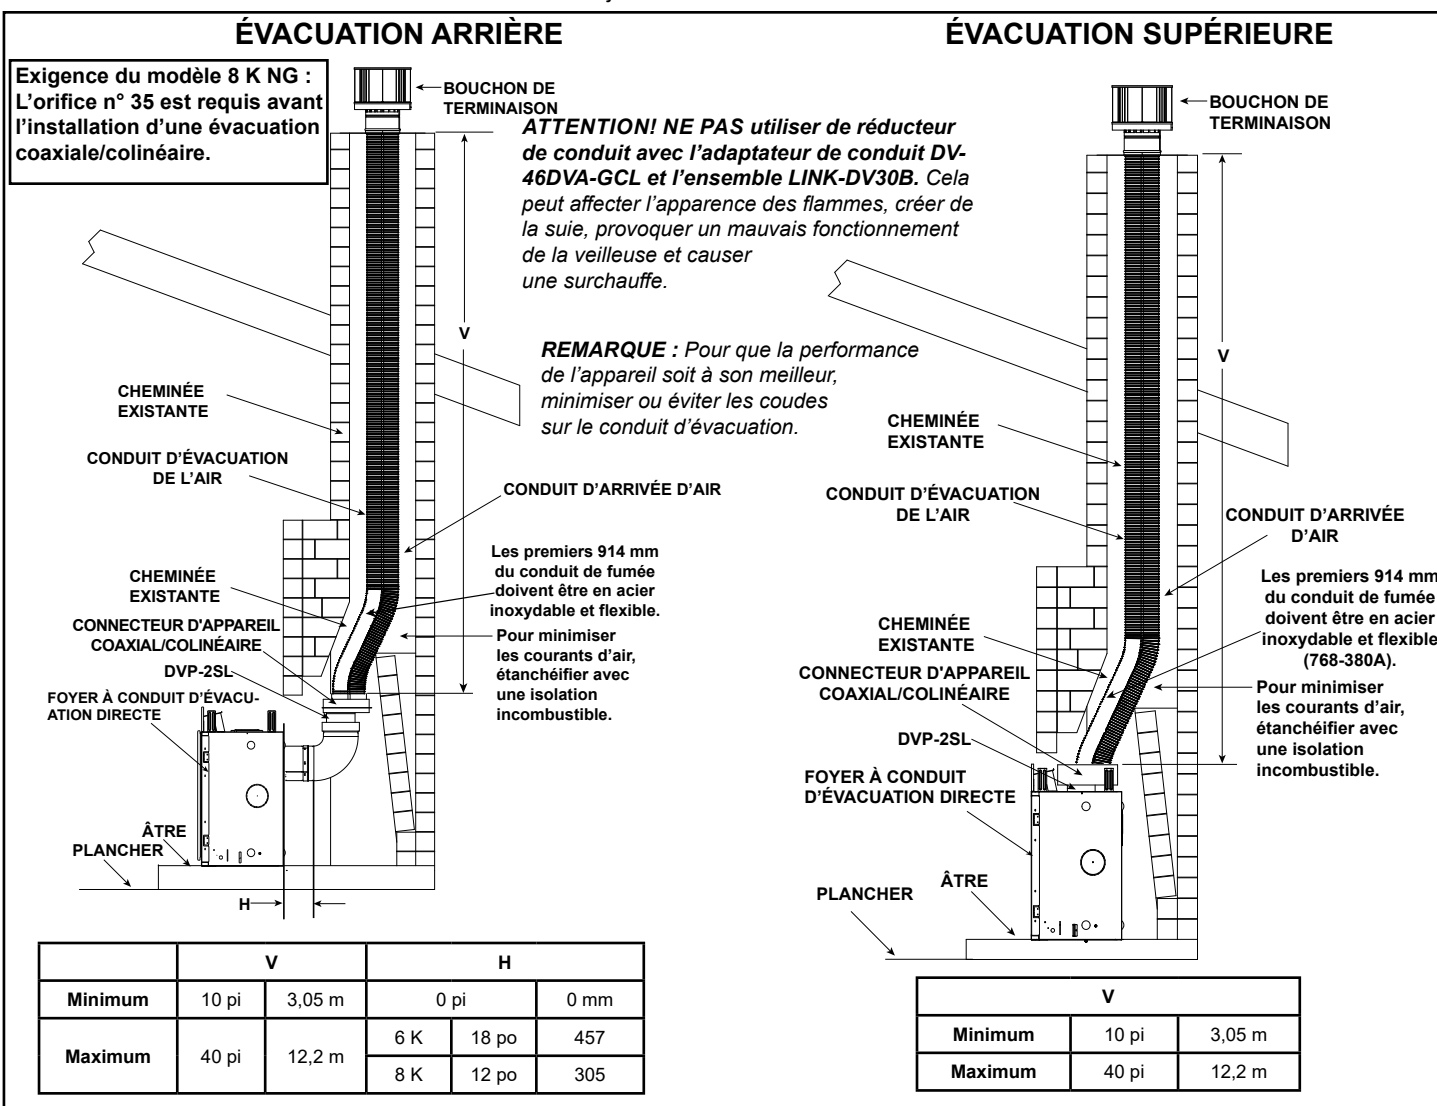

Figure 4.30
- Le cas échéant, enlevez le couvercle du conduit supérieur et l'isolation. Voir la section 6 « Préparation de l'appareil ». Fixez le DVP-2SL au col de départ de 203 mm (8 po). Suivez les instructions d'installation jointes à l'ensemble DVP-2SL. Fixez l'adaptateur DV-46DVA-GCL au col de départ de l'appareil au moyen de vis autotaraudeuses de 89 mm. Voir la figure 4.30.
à l'ensemble DVP-2SL. Fixez l'adaptateur DV-46DVA-GCL au DVP-2SL au moyen de vis autotaraudeuses de 945 mm. Voir la figure 4.30.